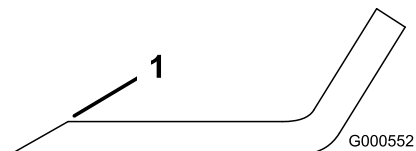

Figure 77
1. Au moyen d'une lime, aiguissez les tranchants aux deux extrémités de la lame (Figure 77).
**Remarque:** Si la lame est déséquilibrée, limez un peu l'extrémité de l'ailette seulement (Figure 77).